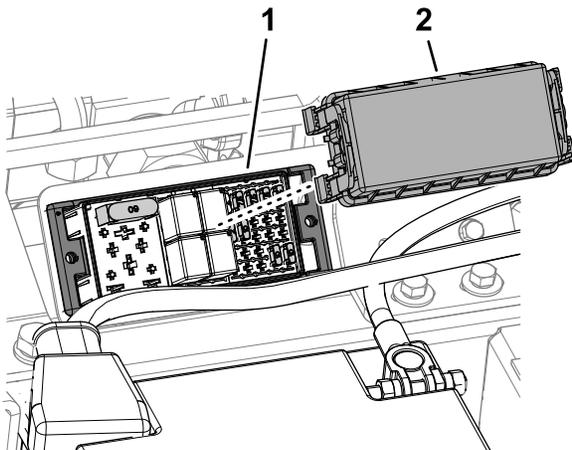

Bild 30
2. Entfernen Sie die Sicherungskastenabdeckung (Bild 30).